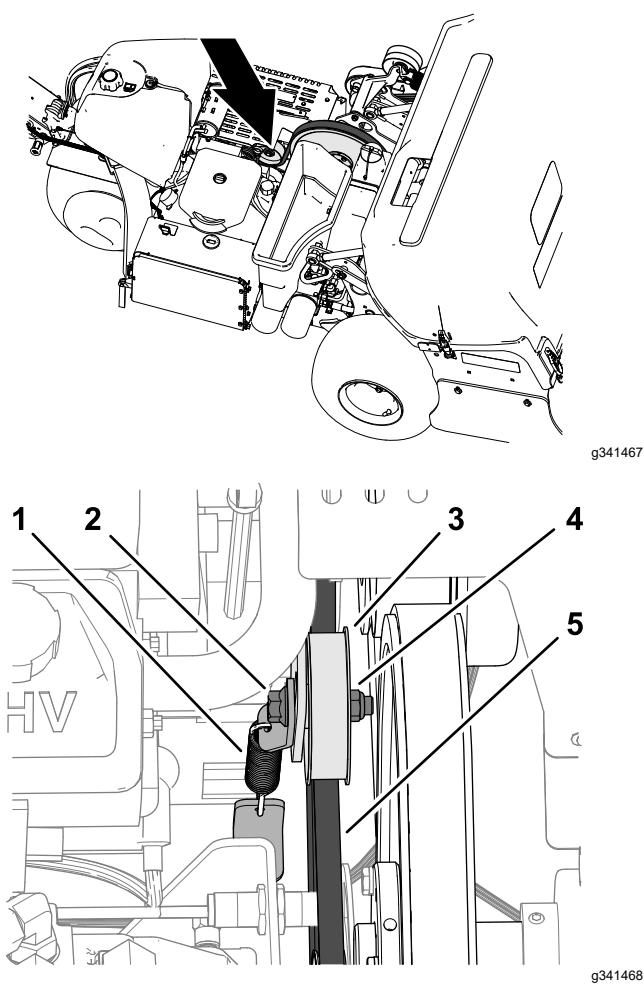

Bild 176
3. Lösen Sie die Bundkopfschraube und die Sicherungsbundmutter, mit der die Spanscheibe der Hydraulikpumpe befestigt ist, bis sich die Schraube im Schlitz der Spanscheibenstütze bewegt (Bild 176).